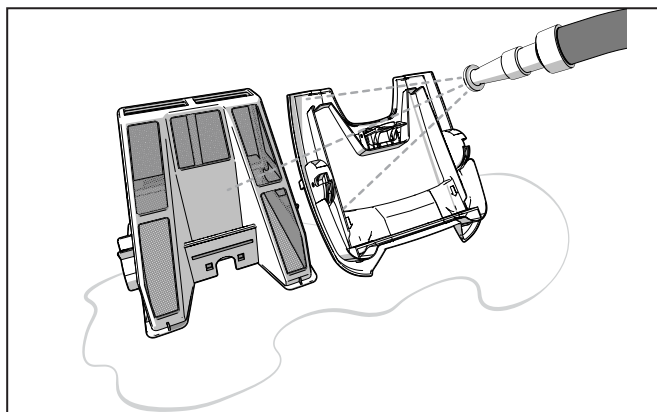

Figure 13. Rincer le boîtier du filtre
5. En utilisant un tuyau avec de l'eau propre, rincer le boîtier et le couvercle du filtre pour enlever tous les débris présents (Figure 13).